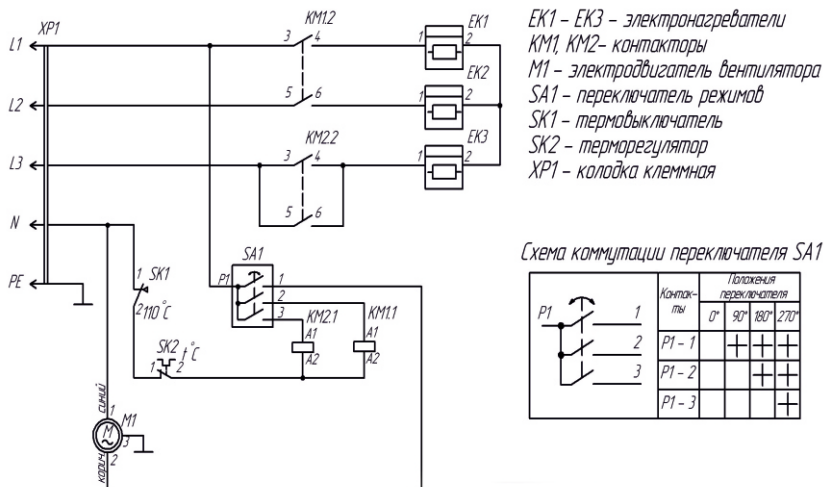

Рис.3 Схема электрическая для PROF-12380, PROF-15380,
5.5 Электрическая схема тепловой пушки представлена на рис. 3 и рис. 4 Приложения.
6.3 Для защиты электропроводки от перегрузок подключение к стационарной электросети осуществляется через автоматический выключатель номиналом 25 А для PROF-12380 и PROF-15380, и 63 А для PROF-24380 и PROF-30380. Кабель питания и сетевую розетку подключить в соответствии со схемой подключения (см. рис. 3 Приложения). Сечение жил кабеля питания должно быть не менее $2,5 \text{ мм}^2$ для PROF-12380, $4,0 \text{ мм}^2$ для PROF-15380, $6,0 \text{ мм}^2$ для PROF-24380 и 10 мм^2 для PROF-30380 (для медной жилы).